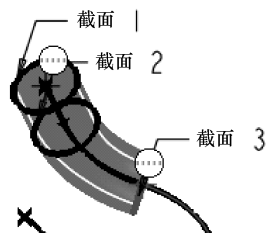

图 6-65 预览模型
(12) 单击【草绘器工具】工具栏中的【完成】按钮 ，接受所绘截面，完成截面 3 的绘制，预览模型如图 6-65 所示，回到【截面】下滑面板。